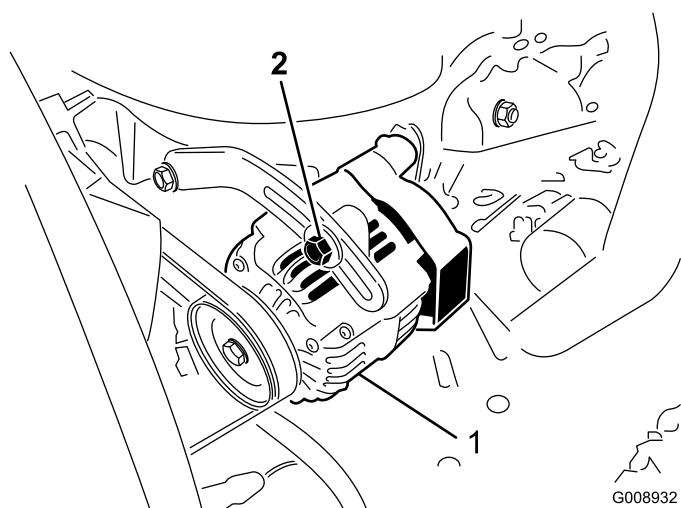

Figura 49
Compruebe la condición y la tensión de las correas (Figura 49) cada 100 horas de operación.
2. Si la desviación no es de 10 mm (3/8 pulg.), afloje los pernos de montaje del alternador (Figura 49). Aumente o reduzca la tensión de la correa del alternador y apriete los pernos. Verifique de nuevo la desviación de la correa para asegurarse de que la tensión es la correcta.